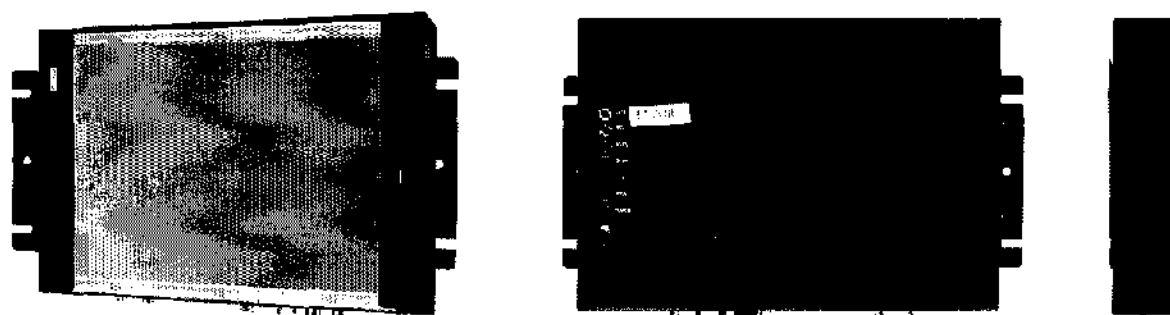

Рис.8 Экран сенсорный
Экран сенсорный (Рис. 8) размещается в передней верхней части корпуса Комплекса в передвижном исполнении, крепится к передней облицовочной панели корпуса Комплекса и соединяется с Блоком управления посредством разъемов питания и кабеля HDMI. В переносном варианте исполнения Комплекса экран сенсорный располагается по центру верхней откидной крышки корпуса. Экран сенсорный для НОБИЛИС переносной может поставляться в составе Блока дозирования газов.
На рис.8 приведена схема соединения частей дыхательного контура и движения газовой смеси. Медицинские газы (ксенон или кислород) поступают из Блока дозирования газов (БДГ) через соединительную трубку (10) в дыхательный контур комплекса. Далее, через соединители (9) и (11), адсорбер углекислого газа (12) и соединители (13) – (17), газовая смесь поступает в дыхательный мешок (18). При осуществлении вдоха пациентом, газовая смесь поступает из дыхательного мешка (18) через нереверсивный клапан (19) и соединитель (9) в коаксиальный дыхательный контур (1), из которого через бактериологический фильтр (2) и лицевую маску (3), подается пациенту. При осуществлении выдоха пациентом, из-за наличия нереверсивного клапана (19) на линии вдоха, газовая смесь поступает в межтрубное пространство дыхательного контура (1), из которого через соединитель с гофрированной трубкой (4) и нереверсивный клапан (5) и соединитель (6) подается на датчик концентрации газов (7). Далее дыхательная смесь проходит через электромеханический клапан (8), который в зависимости от режима работы комплекса либо сбрасывает ее в атмосферу, либо пропускает дальше через соединители (9) и (11) в адсорбер углекислого газа (12). Натронная известь, содержащаяся в адсорбере углекислого газа, позволяет очищать дыхательную смесь от последнего, тем самым делает возможным проведение длительных процедур без развития состояния